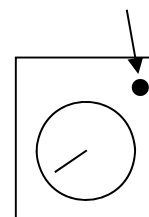

Figura 1
5. Después que la presión alcanza la presión configurada. La luz LED del temporizador de esterilización (Vea la figura 1) "parpadea" y eso significa que el temporizador de esterilización se activó. Luego la luz LED se enciende y eso indica que el temporizador de esterilización se detuvo y comienza a funcionar el temporizador de secado.